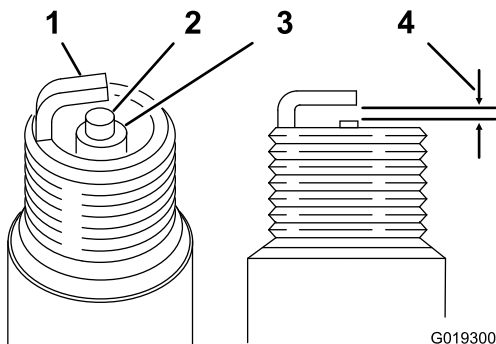

図 28
3. 取り付け前にもう一度エアギャップを確認する  図 28。